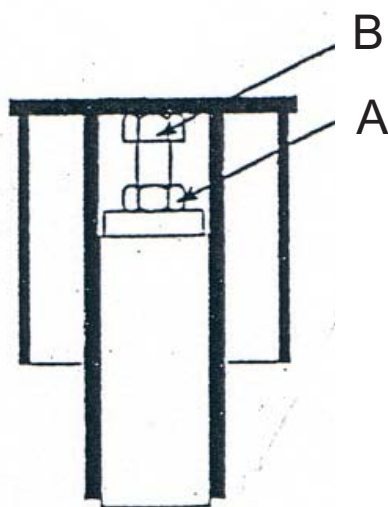

Fig. 6
7. Løsn kontramøtrik A på bolt B Fig. 6.